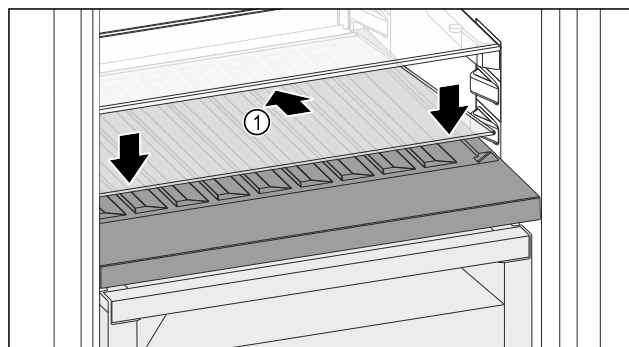

Fig. 154
- Placer la plaque de verre Fig. 154 (1) en biais et inclinée vers le bas.
- Abaisser l'avant de la plaque de verre Fig. 154 (1).